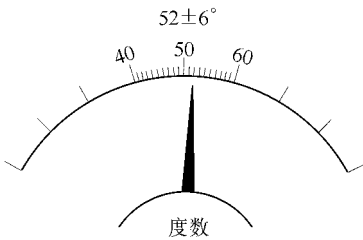

图 5-57 检查触点闭合角度
- (1) 常规触点式：将转速表的测试头连接到点火线圈的负极（-）接线柱上。
- (2) II A 型：拆下盖帽，将转速表的测试头连接到分电器的辅助插接件上。
(3) 检查触点闭合角度（常规触点式）。在发动机怠速运转的条件下，触点闭合角度应在规定要求的范围内，如图 5-57 所示。